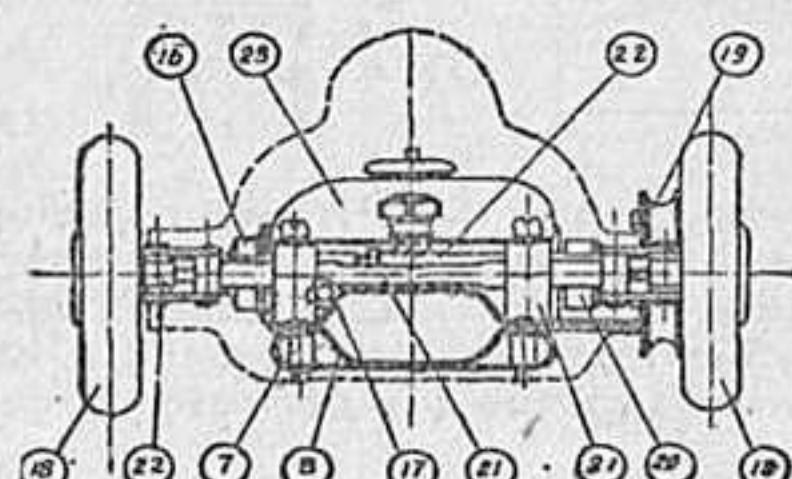

Рис. 26.
В кронштейнах цапфы имеется отверстие (8), в которое вставляется шкворень поворотной цапфы, вследствие чего цапфа может проворачиваться. Передняя ось в сборе показана на рис. 26.